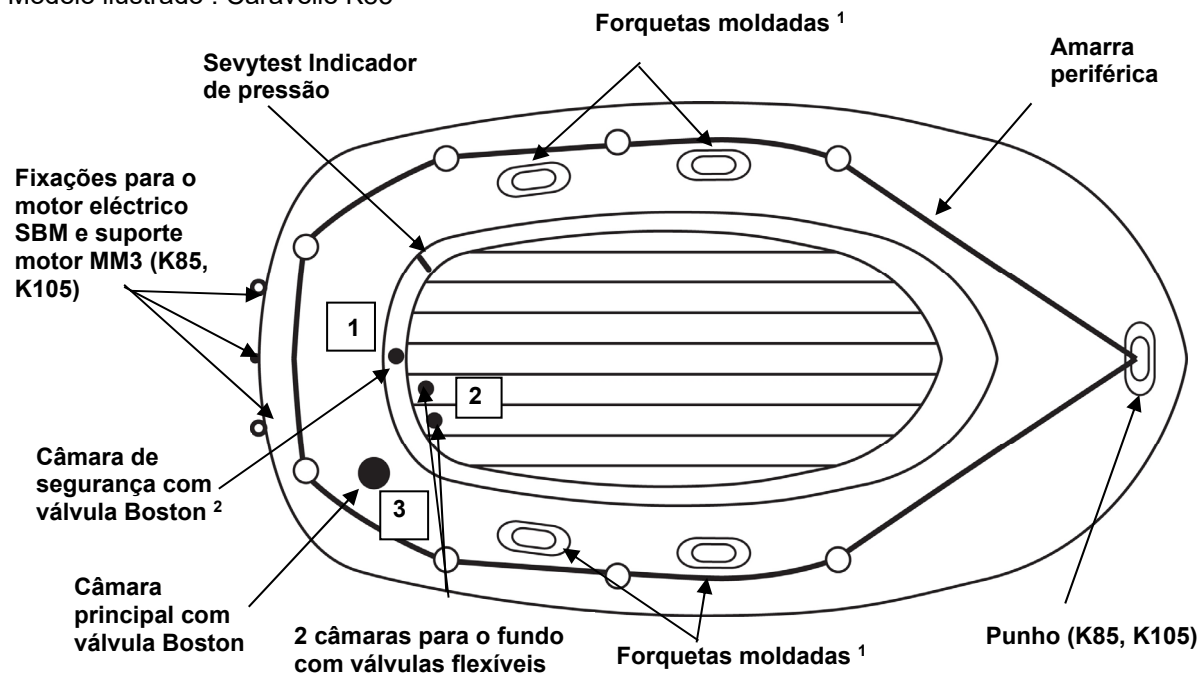

Figura 1
- a) Válvula(s) Boston (figura ao lado): desaparafuse a tampa da válvula (1), aparafuse o corpo da válvula (2) na base da válvula (3); mantenha esta a tampa acessível. Introduza a extremidade do tubo da bomba na válvula e encha até atingir o nível de pressão recomendado (ver ponto 3). Após o enchimento, fechar bem todas as válvulas com as suas tampas (no sentido dos ponteiros do relógio). **N.B.:** uma ligeira fuga de ar antes do fecho das válvulas com as suas tampas é normal. Apenas a tampa das válvulas assegura a **ESTANQUIDADE**.
2. Encha o barco segundo a ordem de enchimento indicada na placa matrícula impressa no barco (ver também a figura 1, a numeração das válvulas).
3. Nível de pressão máxima: **a pressão de utilização deste produto é de: 0,06 bar (= 60 mbar). Não a ultrapassa.** O seu barco está equipado com um indicador de pressão Sevytest que permite verificar a pressão. Encher primeiro a câmara de segurança (ver figura 1) até à marca "+" do Sevytest e depois a câmara principal (ver figura 1) até à marca "-". **Sobrepessão:** esvazie até atingir o nível de pressão recomendado. **Baixa de pressão:** volte a encher ligeiramente. **N.B.:** acontece que o indicador de pressão SEVYTEST não regressa à sua posição inicial após enchimentos frequentes devido a um alongamento do PVC sob a influência da pressão de enchimento. Mas, ainda assim, pode verificar se ele está posicionado nos limites dos níveis de pressão recomendados.